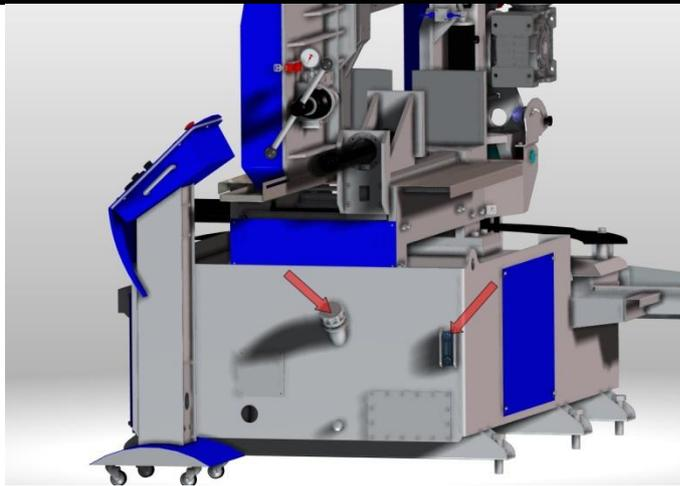

Рисунок 2
- Проверьте уровень масла в баке гидравлического масла. Емкость бака 67,5 л. Если уровень недостаточен, долейте масло в детали. Масло должно быть маслом для гидравлической системы № 46. (Рисунок 2)